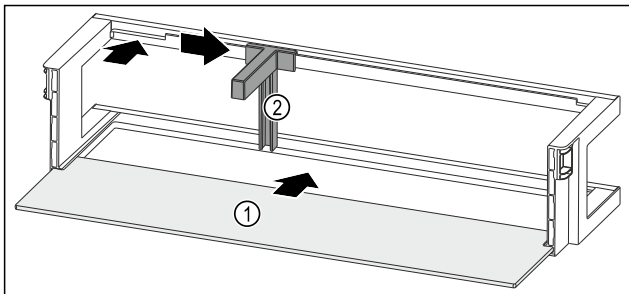

Fig. 101 Türabsteller mit Abstellfläche
- ▶ Abstellfläche Fig. 101 (1) in die seitlichen Einsparungen einschieben.
- ▶ Flaschenhalter Fig. 101 (2) in die Aussparung einsetzen.
- ▶ Flaschenhalter Fig. 101 (2) in gewünschte Position zur Seite schieben.